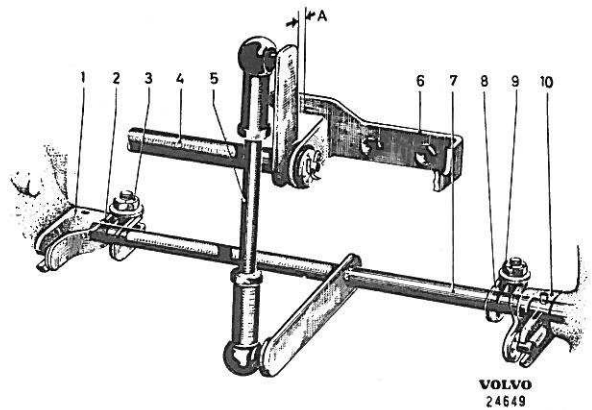
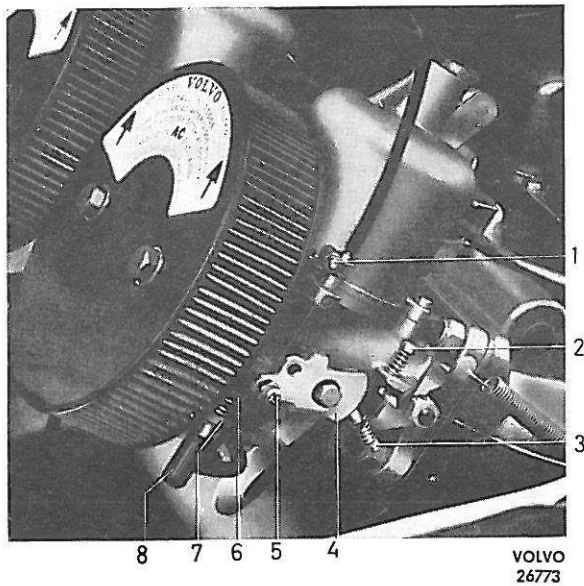

Fig. 25. Tige intermédiaire et leviers.
Fig. 26. Commande.
2. Poser la tige intermédiaire en position entre les carburateurs, voir fig. 25. Veiller à ce que l'écran de protection soit en bon état et que les surfaces d'étanchéité soient propres.
1. Poser une jauge d'épaisseur de 0,5 mm en "A", fig. 25, entre le levier et sa butée. Dévisser les vis de ralenti (2, fig. 26) de manière à fermer complètement les papillons.
2. Desserrer les contre-écrous (3 et 9, fig. 25) et enfoncer, avec précautions, l'extrémité ex-
1. Régler provisoirement la position en hauteur du gicleur, en dévissant l'écrou de réglage (7, fig. 26) jusqu'à sa position supérieure et en le vissant ensuite d'un tour et demi en bas. Régler les 2 carburateurs pareillement.
2. Dévisser la vis (5, fig. 26) d'arrêt de la commande. Soulever le levier jusqu'à ce que le gicleur commence à baisser.
3. Régler la vis de ralenti accéléré (3) de telle manière qu'elle touche la came de ralenti accéléré sur le levier (4) juste au moment où le gicleur commence à être influencé comme décrit au paragraphe précédent. Serrer la vis d'arrêt de la commande dans cette position.